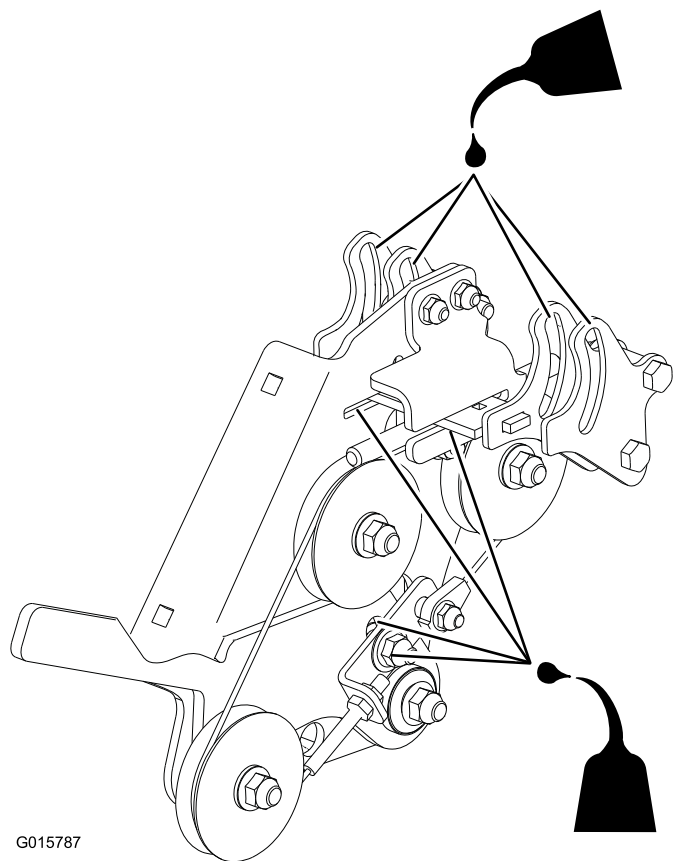

図 26
7. 速度コントロール部の潤滑を行う；3-IN-ONE® オイル又は同等品を使用する。潤滑部位については 図 26 を参照のこと。